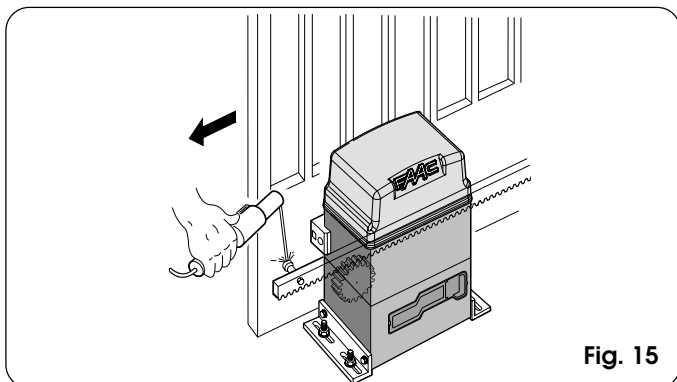

Fig. 15
- 3) Apoye sobre el piñón la primera pieza de cremallera a nivel y suelde el trinquete roscado en la cancela como se indica en la Fig.15.